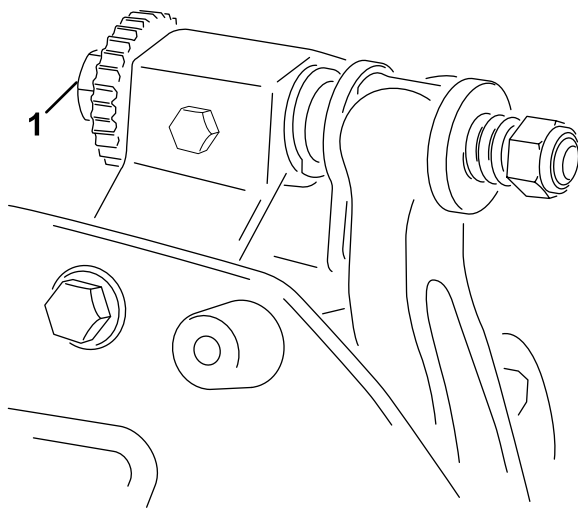

图 10
- A. 顺时针旋转底刀架调节螺丝 图 10 一次调整一格直到感觉并听到轻微的接触。
6. 向右转动底刀架调节螺栓图 10 通过左右滑动薄垫片直至感到薄垫片上存在轻微的压力。取出薄垫片。